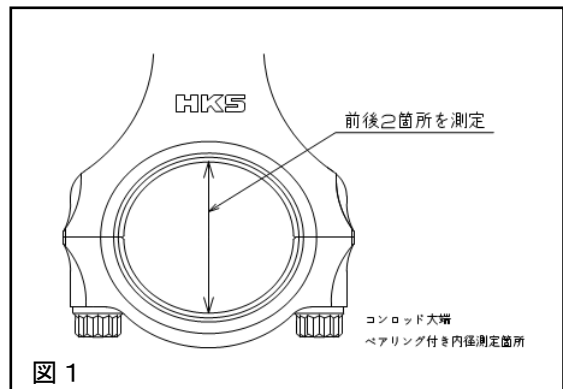

図 1
2. 2 図1のようにベアリングを入れた大端内径の上下方向をシリンダゲージ等で前後2ヶ所測定してください。